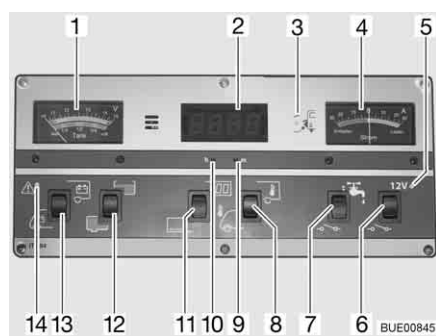

Fig. 152 Pannello di controllo IT 994
Per l'indicatore volt/serbatoio (Fig. 152,1) leggere la scala superiore. L'indicatore si illumina automaticamente appena viene premuto un interruttore.
- Premere l'interruttore a bilico (Fig. 152,13) in basso: Viene indicata la tensione della batteria di avviamento.
- Premere l'interruttore a bilico (Fig. 152,13) in alto: Viene indicata la tensione della batteria dell'abitacolo.
Per l'indicatore volt/serbatoio (Fig. 152,1) leggere la scala inferiore. L'indicatore si illumina automaticamente appena viene premuto un interruttore.
- Premere l'interruttore a bilico (Fig. 152,12) in alto: Viene indicato il livello del serbatoio dell'acqua.
- Premere l'interruttore a bilico (Fig. 152,12) in basso: Viene indicato il livello del serbatoio delle acque grigie.
La spia luminosa rossa ALARM (Fig. 152,14) inizia a lampeggiare non appena la tensione della batteria dell'abitacolo scende al di sotto di 11 V (misurazione durante il normale esercizio) con conseguente rischio che la batteria si scarichi troppo.
Accensione: ■ Premere l'interruttore a bilico (Fig. 152,11) in alto: L'indicatore dell'orologio digitale si accende. L'indicatore per la temperatura è pronto al funzionamento.
Spegnimento: ■ Premere l'interruttore a bilico (Fig. 152,11) in basso: L'indicatore dell'orologio digitale e l'indicatore di temperatura sono spenti.
Regolazione: ■ Premere con un oggetto sottile, p. es. con la punta di una matita, nell'apertura per l'indicazione delle ore (Fig. 152,10) finché non viene visualizzato il numero dell'ora desiderata.
■ Premere con un oggetto sottile, p. es. con la punta di una matita, nell'apertura per l'indicazione dei minuti (Fig. 152,9) finché non viene visualizzato il numero dei minuti desiderato.
Indicazione: ■ Premere l'interruttore a bilico (Fig. 152,8) in alto: Viene indicata la temperatura interna.
■ Premere l'interruttore a bilico (Fig. 152,8) in basso: Viene indicata la temperatura esterna.
Sullo strumento indicatore di corrente (Fig. 152,4) appare in permanenza la corrente attualmente erogata dalla batteria. L'indicatore si illumina automaticamente appena viene premuto un interruttore.
L'interruttore principale a 12 V (Fig. 152,6) inserisce o disinserisce il pannello di controllo e l'alimentazione a 12 V dell'abitacolo.
- Accensione:* ■ Premere l'interruttore a bilico (Fig. 152,6) in alto: L'alimentazione a 12 V dell'abitacolo è inserita. La spia di controllo (Fig. 152,5) diventa verde.
- Spegnimento:* ■ Premere l'interruttore a bilico (Fig. 152,6) in basso: L'alimentazione a 12 V dell'abitacolo è disinserita. La spia di controllo (Fig. 152,5) si spegne.
La spia di controllo a 12 V (Fig. 152,5) si accende non appena l'interruttore principale a 12 V (Fig. 152,6) viene inserito.
La spia gialla di controllo a 230 V (Fig. 152,3) si accende quando all'ingresso della centralina elettrica è presente una tensione di rete.
Accensione: ■ Premere l'interruttore a bilico (Fig. 152,7) in alto: L'alimentazione idrica è accesa.
Spegnimento: ■ Premere l'interruttore a bilico (Fig. 152,7) in basso: L'alimentazione idrica è spenta.